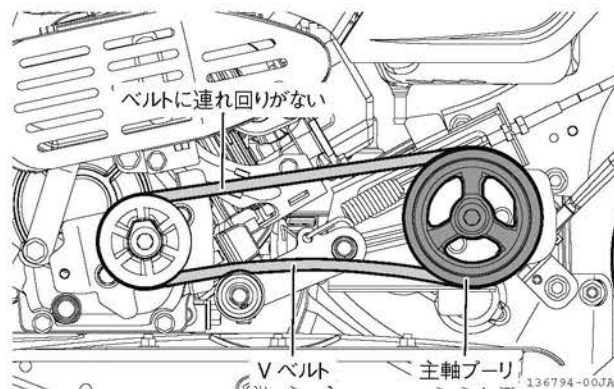

図 4-24 点検のしかた
3. 主クラッチレバー「切」位置にして、主軸プーリを手で少し回しVベルトと主軸プーリの連れ回りがいないことを確認します。（図 4-24）